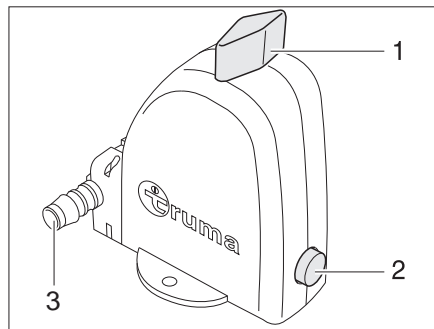

Bild 211 Sicherheits-/Ablassventil des Boilers - Stellung Betrieb
Der Boiler ist mit einem Sicherheits-/Ablassventil (Bild 211) ausgestattet. Das Sicherheits-/Ablassventil verhindert, dass das Wasser im Boiler einfriert, wenn bei Frost die Heizung nicht eingeschaltet ist.
- ▷ Der Entleerungsstutzen (Bild 211,3) des Sicherheits-/Ablassventils muss immer frei von Verschmutzungen (z. B. Laub, Eis) sein.
- Drehknopf (Bild 211,1) 90° längs zum Sicherheits-/Ablassventil drehen.
- Der Druckknopf (Bild 211,2) springt heraus. Der Boiler wird über den Entleerungsstutzen (Bild 211,3) des Sicherheits-/Ablassventils nach außen entleert.
- Drehknopf (Bild 211,1) 90° quer zum Sicherheits-/Ablassventil drehen.
- Druckknopf (Bild 211,2) eindrücken.